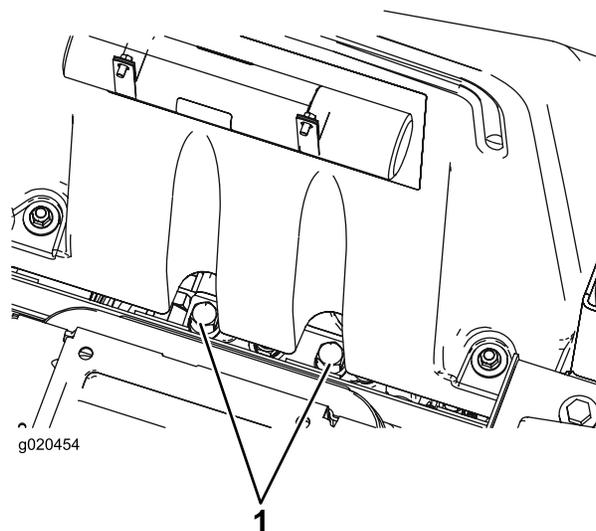

Рисунок 60
1. Поднимите сиденье и найдите перепускные клапаны, расположенные под передней частью топливного бака (Рисунок 60).